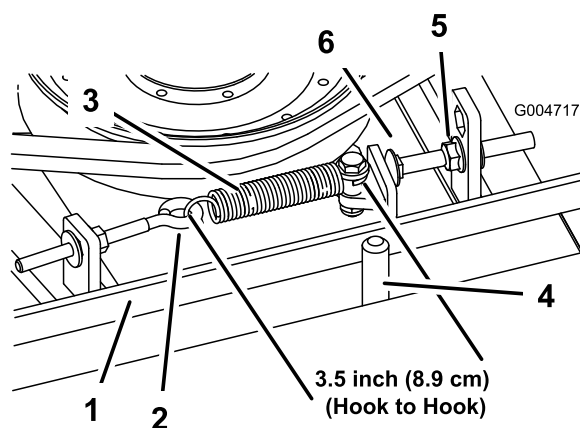

Figura 73
Quando a tensão estiver correta, a medida interior da mola de extensão (gancho a gancho) deverá ser de cerca de 8,3 cm a 9,5 cm. Logo que se obtenha a tensão correta da mola, ajuste o pino de fecho (parafuso da carroçaria) até haver uma folga aproximada de 2 a 5 mm entre a cabeça do parafuso e o braço intermédio (Figura 73).
Nota: Certifique-se de que correia está colocada no lado da mola do guia da correia (Figura 73).
2. Desaperte o parafuso com olhal permitindo a remoção da mola de extensão (Figura 73).
- Desaperte a porca flangeada que prende o pino de fecho à patilha de montagem e afaste a polia intermédia da correia para libertar a tensão da correia (Figura 73).
- Ligue a mola de extensão (Figura 73) ao parafuso de olhal e aplique a tensão na correia como se segue: